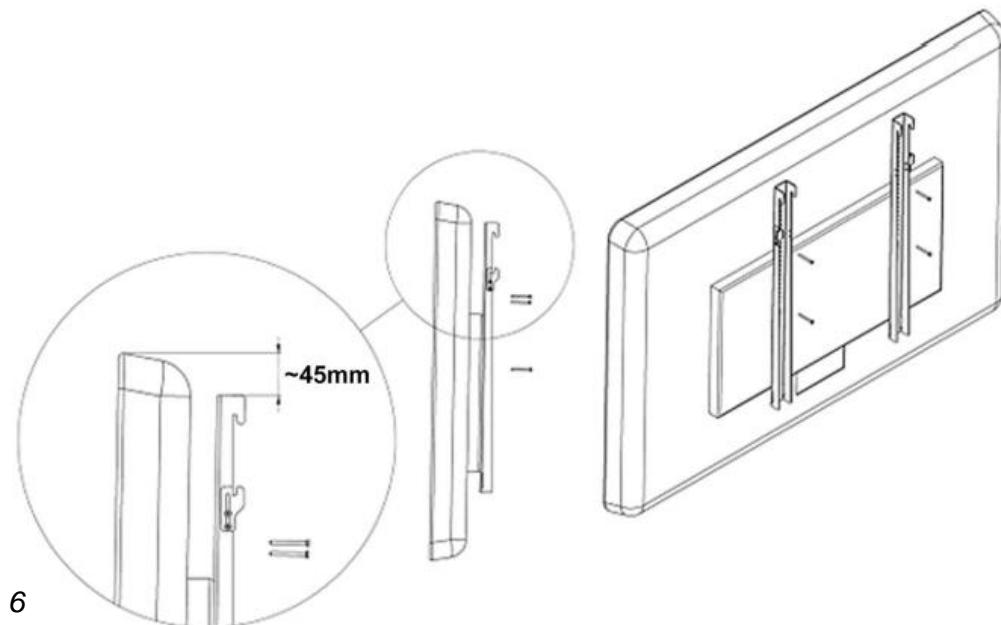

fig. 6
49. Utilizzare le viti per fissare le travi verticali alla parte posteriore del televisore (fig. 6 – è possibile utilizzare le viti fornite nel pacchetto o scegliere le viti in base alle raccomandazioni del